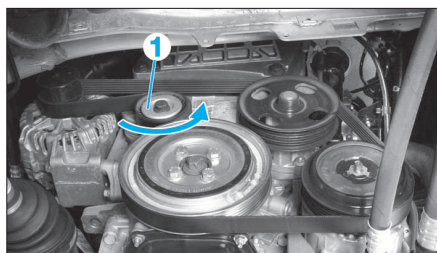

FIG. 9
- Tendre le dispositif de tension de courroie (1) d'accessoires dans le sens antihoraire (Fig.9).